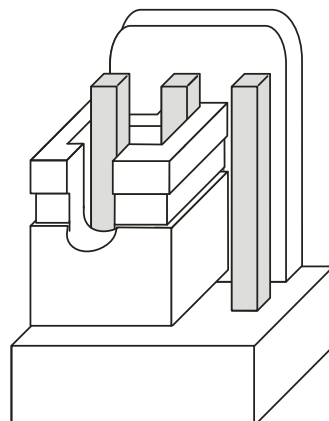

Fig. 22. Mode de placement du cavalier sur les broches du port RS-232 TTL.
2. Placer le cavalier sur les broches du port RS-232 TTL sur la carte électronique du module comme c'est indiqué sur la figure 22.